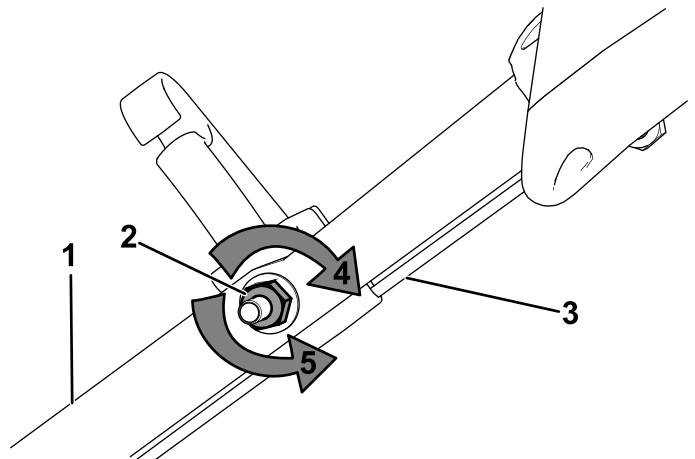

Figure 30
1. Tournez l'écrou de réglage dans le sens antihoraire pour desserrer le réglage du câble (Figure 30).
2. Ajustez la tension du câble (Figure 30) en le tirant en arrière ou en le poussant en avant puis en le maintenant à cette position.